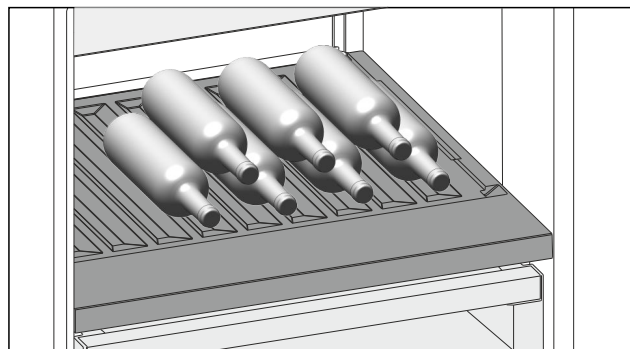

Fig. 117
- ▶ 将瓶底向后对着后壁放入瓶子。[参见 Fig. 117]